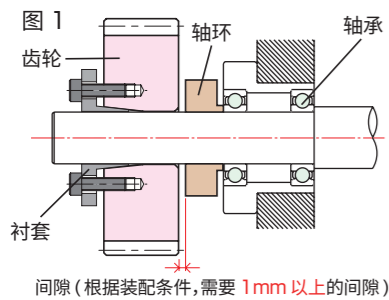

图 1 间隙(根据装配条件,需要 1mm 以上的间隙)
- ② 请将连接部的孔和轴表面的垃圾、污渍、油分用稀释剂等擦拭干净，然后轻轻涂抹一层液压油 #68。涂抹钼类油或含添加剂的油会导致紧固转矩降低及打滑，请避免使用。
- ③ 使衬套的肩部与齿轮紧贴的同时完全插入轴中进行连接。此外，齿轮的背面侧需要保留 1mm 以上的间隙，否则将无法拆卸。(图 1)
- ④ 螺栓的紧固方法为使用转矩扳手沿对角线进行紧固。
- ②请将连接部的孔和轴表面的垃圾、污渍、油分用稀释剂等擦拭干净，然后轻轻涂抹一层液压油 #68。涂抹钼类油或含添加剂的油会导致紧固转矩降低及打滑，请避免使用。
- ③使衬套的肩部与齿轮紧贴的同时完全插入轴中进行连接。此外，齿轮的背面侧需要保留 1mm 以上的间隙，否则将无法拆卸。(图 1)